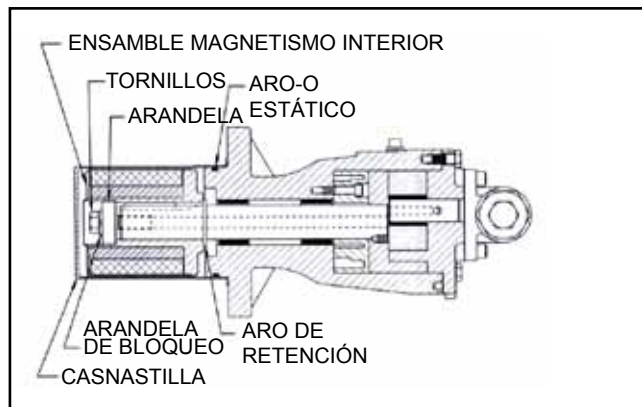

FIGURA 17
3. Inserte una barra de cobre por el puerto entre los dos dientes del rotor y afloje el tornillo que sujeta el imán interior al eje (Ver Figura 17). Haga deslizar la arandela, la arandela de sujeción y el imán interior para sacarlos del eje. No olvide que se trata de un magnetismo muy fuerte. Si necesita desmontar la bomba, retire el segundo aro de retención externo.